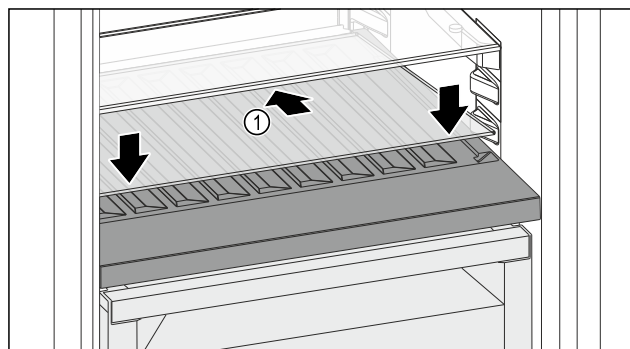

Fig. 88
- ▶ Glasplatte Fig. 88 (1) schräg und nach hinten unten geneigt ansetzen.
- ▶ Glasplatte Fig. 88 (1) vorne absenken.